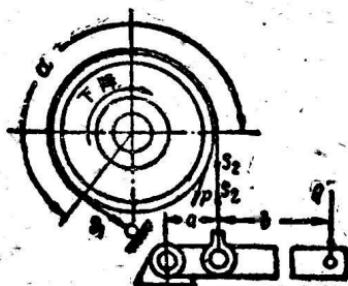

图 6 简单帶式制動器
(1) 简单带式制动器：如图6。制动带的紧边是固定在一个固定点上，或是固定在制动杠杆的转动轴上，而松边是固定在制动杠杆上。这种制动器只能用在单向制动的起重机构上（也就是制动轮只按照图示下降的方向作一个方向转动）。